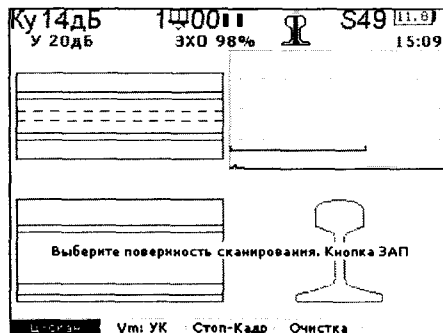

Рисунок 67
2.4 Переключить дефектоскоп в одноканальный режим работы с ручным ПЭП в заранее выбранном режиме уточняющего контроля с разверткой типа А на экране. Нажатием на клавишу А↔В перейти в режим с одновременно выведенными на экран развертками типа А+Б. Нажатием на клавишу F2 установить в информационном окне над клавишей F2 надпись Vm:УК, обозначающую перевод дефектоскопа в режим работы с координатным устройством в основной экранной форме с отображением на экране развертки типа А и 3-х проекций профиля контролируемого рельса, указанных в 1.3 (рисунок 67).
2.6 Нажать на клавишу **F4** и снова вывести на экран основную экранную форму работы с УК (рисунок 67).